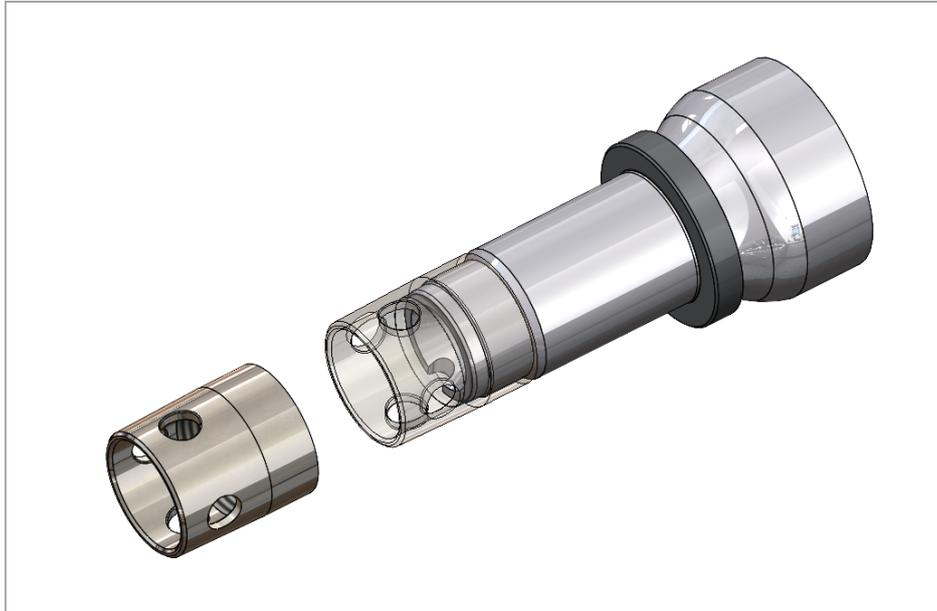

Рис. 11. Установка муфты защиты на резьбу цапфы.
1) Установите муфту защиты на резьбу цапфы (рис. 11).